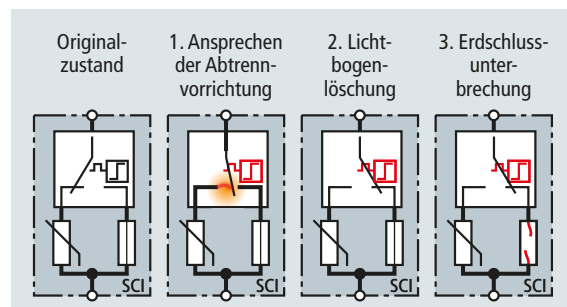
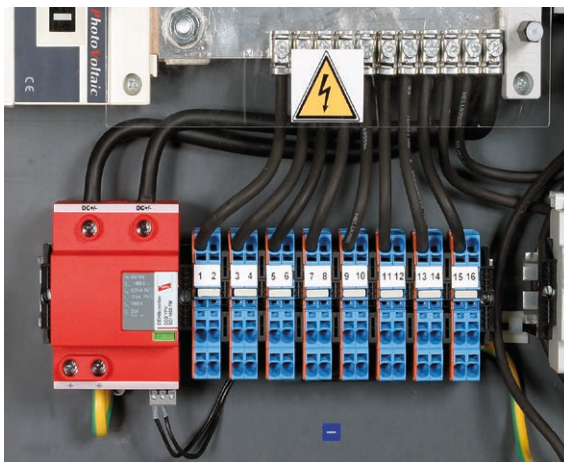

Bild 10 Schaltphasen der dreistufigen Gleichstrom-Schalteinrichtung im DEHN Combo YPV SCI ... (FM)
Bild 11 Überspannungsschutz in Monitoring-GAK
Dynamik-Control. Die im Bypasspfad integrierte Sicherung unterbricht im Fehlerfall den weiteren Stromfluss und versetzt die gesamte Einheit in einen sicheren Zustand (**Bild 10**). PV-Generatoren mit Systemleistungen bis 1000 A können dadurch vorsicherungsfrei mit DEHNcombo YPV SCI ... (FM) am Wechselrichter wie auch im Generatoranschlusskasten (GAK) geschützt werden (**Bild 11**). DEHNcombo YPV SCI ist erhältlich für 600 V, 1000 V und 1500 V. Kommt String-Monitoring zum